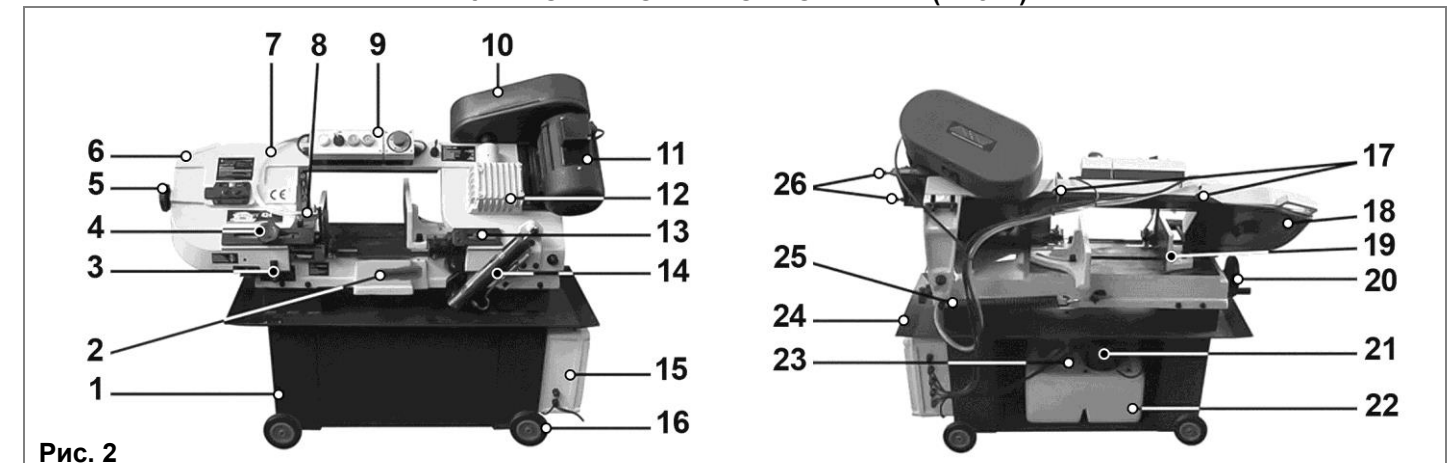

Рис. 2
7. УСТРОЙСТВО ЛЕНТОЧНОЙ ПИЛЫ (Рис. 2)